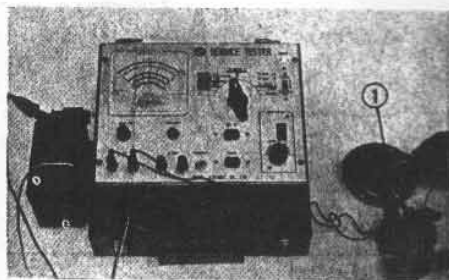

Fig. 106 Condensator test
- 4) Druk een van de testertklemmen tegen de condensatorhuls aan, de andere aan de aansluitklem en lees het meetresultaat af. (Fig. 106)